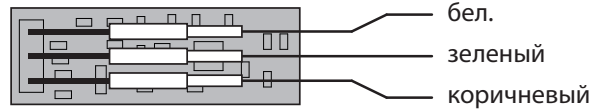

Рис. 20
2. Последовательность подключения на плате представлена на рис. 20 и на стр. 18.